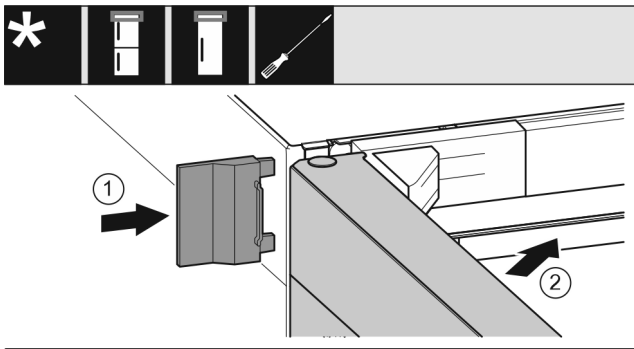

Fig. 21
- ▶ 插入外盖。 Fig. 21 (1)
- ▶ 关闭冰箱上方门。 Fig. 21 (2)